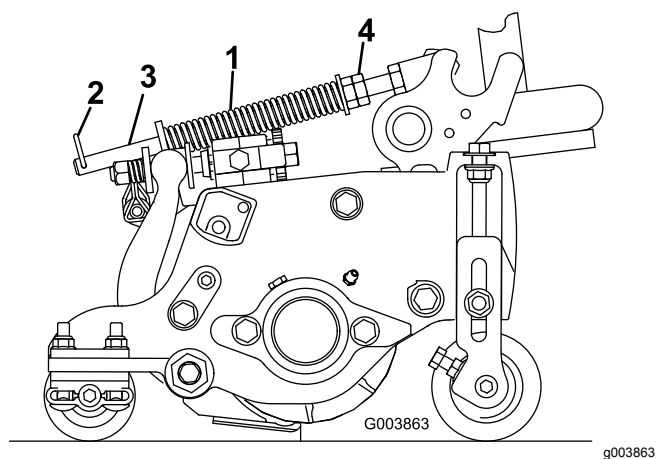

Figura 15
La molla di compensazione del manto erboso (Figura 15) trasferisce inoltre il peso dal rullo anteriore a quello posteriore, per contribuire a ridurre l'ondulazione del manto erboso, detta anche fluttuazione o bobbing.
1. Verificate che la coppiglia sia montata nel foro posteriore dell'asta della molla (Figura 15).
2. Serrate i dadi esagonali sul lato anteriore dell'asta della molla, finché la lunghezza compressa della molla non è di 15,9 cm (Figura 15).